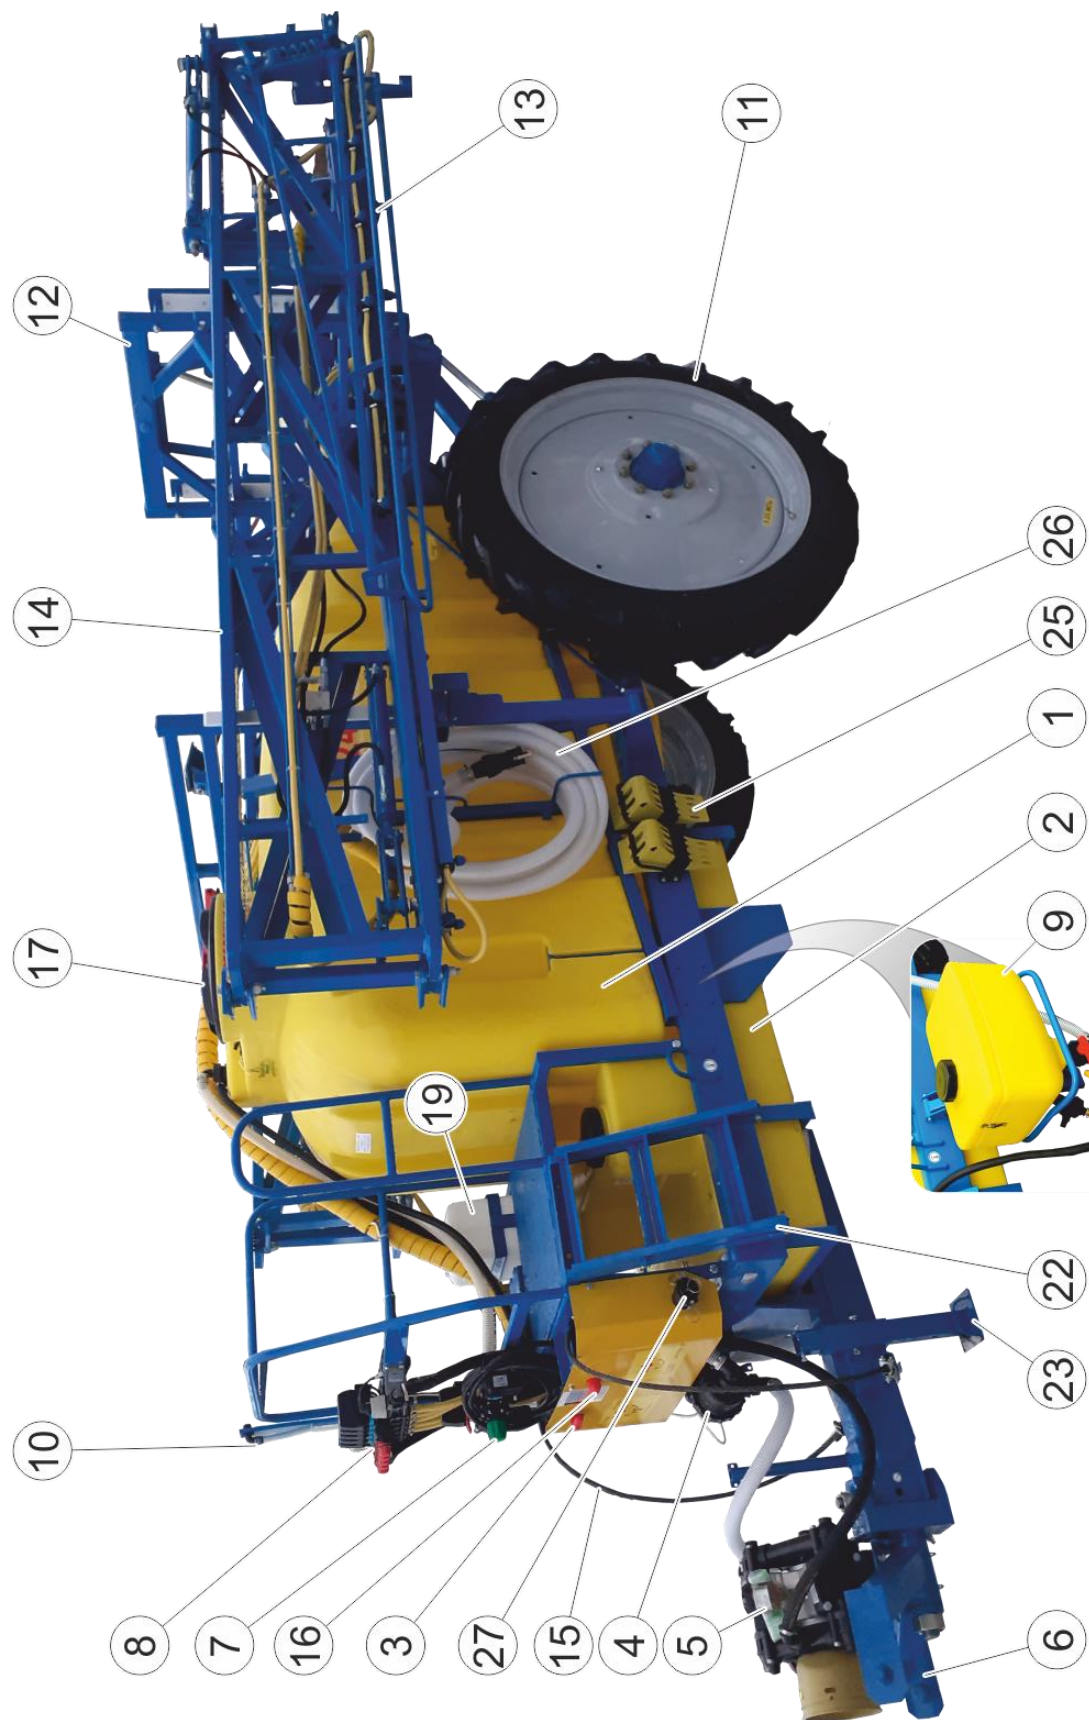

Рис. 1. Опрыскиватель ОП-3000-24(А). Общий вид.
- 2.2. Устройство опрыскивателя показано на *Рис. 1*, а основных узлов – на рисунках 2-9. Гидравлическая схема приведена на *Рис. 9*
Штанга в транспортном положении уложена на опоры 24 (рис. 1). Опоры крепятся к раме.